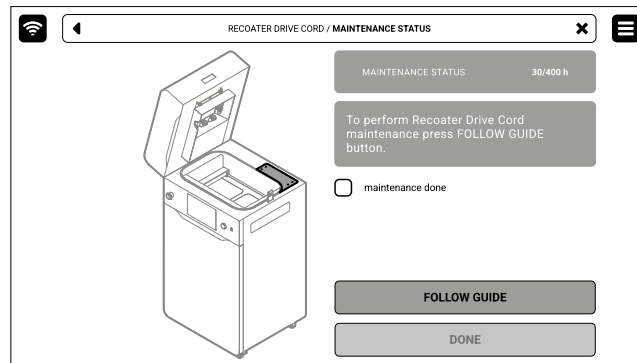

Abb. 12.68 Der Bildschirm für die Wartung der Recoater-Antriebskordel.
3. In diesem Fall drückst Du **MAINTENANCE DONE**, sobald Du den Vorgang abgeschlossen hast, und drückst dann die Taste **DONE**. Der Timer wird auf Null zurückgesetzt (Abb. 12.68).